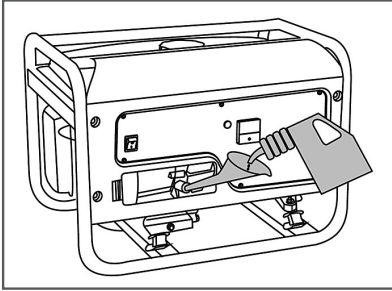

Рис. 8 Заправка двигателя маслом
4. Используя воронку из комплекта поставки генератора, залейте необходимый объем масла рекомендованной категории и вязкости, соответствующей температуре окружающего воздуха (Рис. 8).